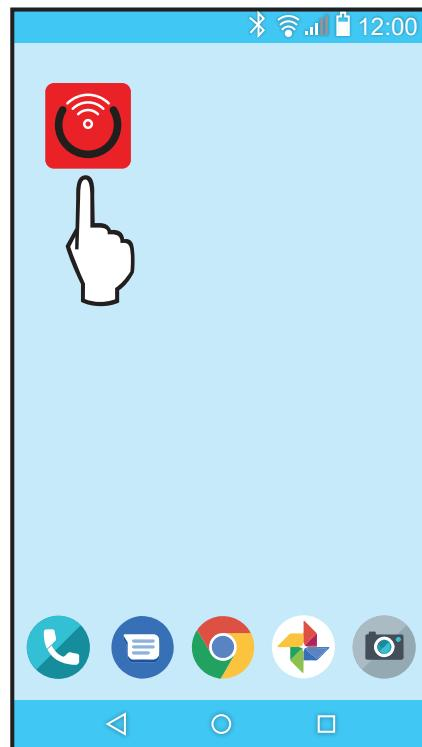

Figure 77. Localisez l'icône de l'appli mobile Raymote
2. Trouvez l'icône de l'application mobile Raymote sur votre appareil, voir **Figure 77**.